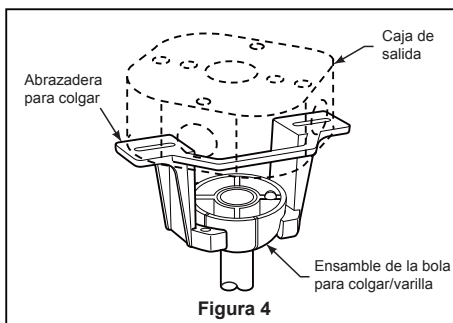

Figura 4
- ☐ 4. Afloje los dos tornillos de fijación del soporte del barral de soporte para techo a través de la varilla. Introduzca los cables de color marrón, azul, rojo, gris y amarillo cables a través de la varilla. (Figura 4)
3. Realice las conexiones de cables al bloque del terminal como se muestra en la Figura 4.